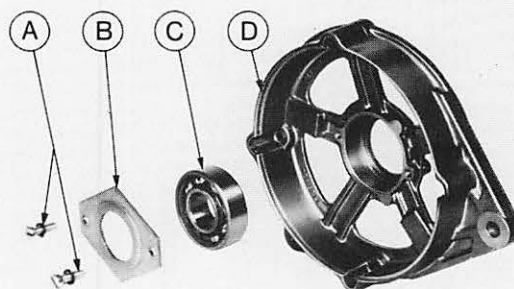

Abb. 28 Antriebsseitiges Lager einbauen
25. Antriebsseitiges Lager, C in Abb. 28, in das Antriebslagerschild „D“ einsetzen und mit der Halteplatte „B“ befestigen. Lager und Halteplatte wie in Abb. 28 gezeigt anbringen.